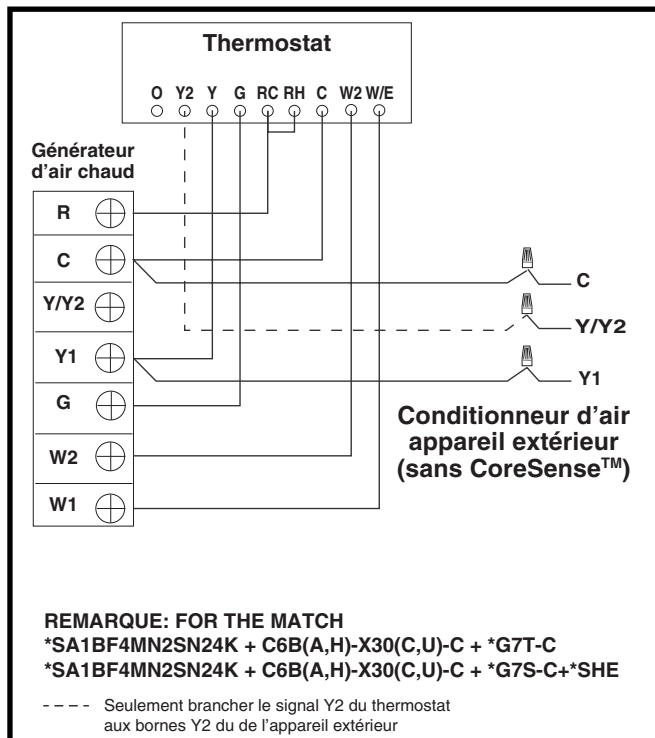

Figure 3. Conditionneur d'air bi-étages typique (sans CoreSense™) avec fournaise au gaz
- Les branchements du thermostat doivent être effectués conformément aux directives qui accompagnent le thermostat et l'appareil intérieur. Voyez la Figure 3.